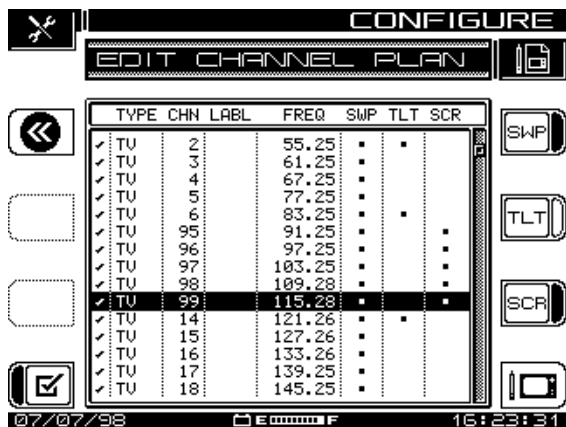

Abb. 3–8 Bildschirm EDIT CHANNEL PLAN (Kanalplan bearbeiten)
1. Im Hauptmenü CHANNEL PLAN (Kanalplan) die Option „Edit Channel Plan“ (Kanalplan bearbeiten) wählen und das Symbol rechts neben dem Eingabefeld drücken. Der Bildschirm EDIT CHANNEL PLAN (Kanalplan bearbeiten) erscheint (siehe Abb. 3–8).
- Die Softwaretaste „Edit Channel“ (Kanal bearbeiten) drücken, um den in Abb. 3–9 EDIT CHANNEL (Kanal bearbeiten) gezeigten Bildschirm aufzurufen.